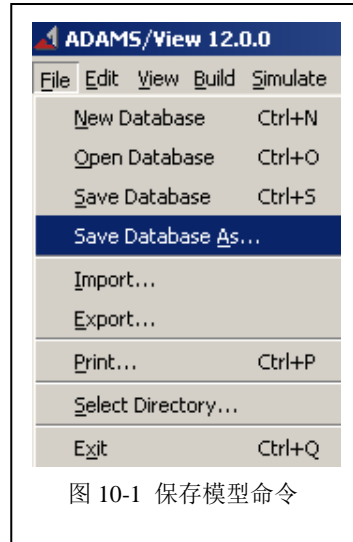
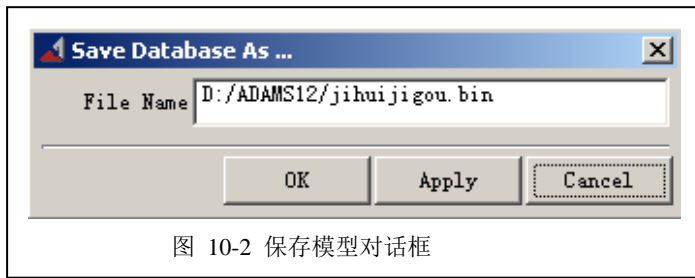

图 10-1 保存模型命令
图 10-2 保存模型对话框
10.1 在 ADAMS/View 中，选择“File”菜单中的“Save Database As”命令，如图 10-1 所示。系统弹出保存模型对话框，输入保存的路径和模型名称，按 OK，保存急回机构模型 **jihuijigou.bin**。如图 10-2 所示。